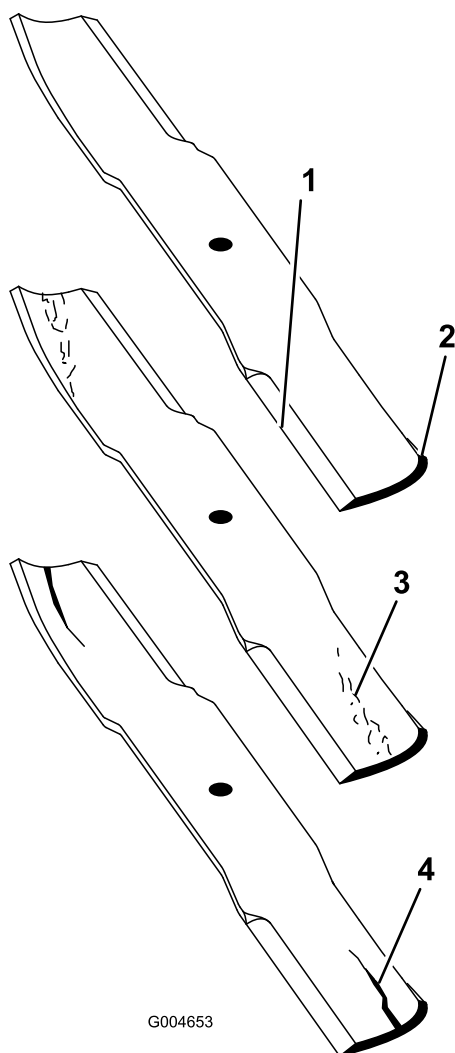

Figure 24
1. Examinez le tranchant des lames (Figure 24). Si les lames sont émoussées ou présentent des indentations, déposez-les et affûtez-les. Voir Affûtage des lames \(page 22\).
2. Inspectez les lames, en particulier l'ailette (Figure 24). Remplacez immédiatement toute lame endommagée, usée ou qui présente une entaille (Figure 24).